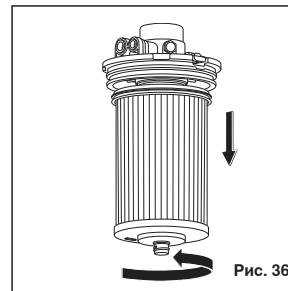

Рис. 36
7. **Откройте** картридж и снимите его с держателя (рис. 36). Утилизируйте картридж в соответствии с законодательством.